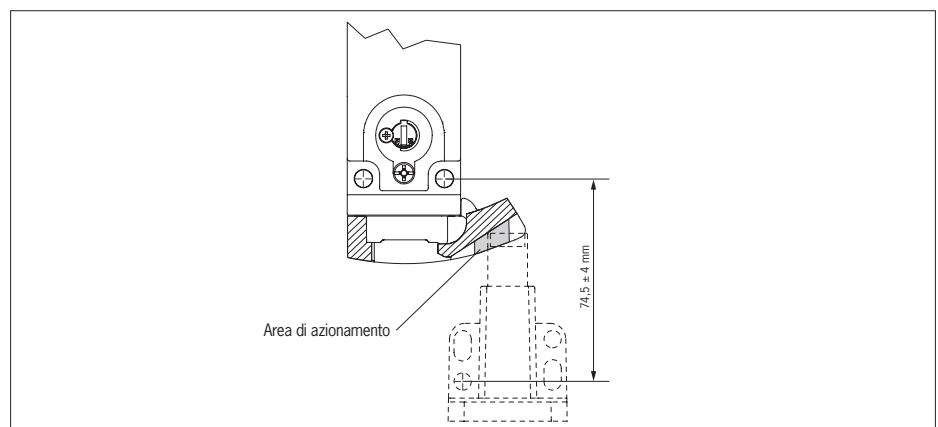

Fig. 9: Area di azionamento dell'azionatore
- Accertarsi che l'azionatore tocchi la rampa nell'area prevista (vedere Fig. 9). L'area di azionamento prevista è contrassegnata sulla rampa.